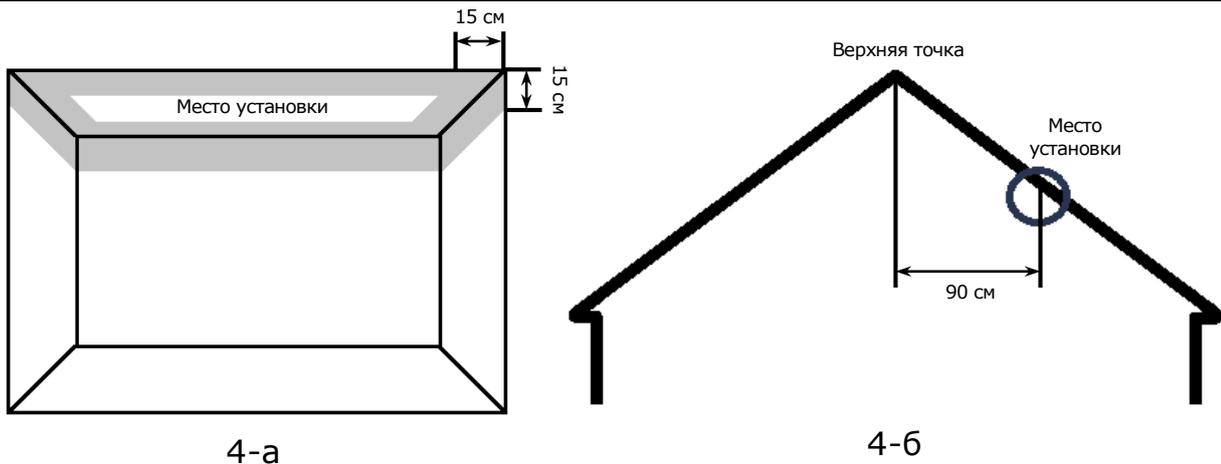

Рисунок 4 — Установка датчика дыма на плоский/скошенный потолок
4. Соблюдать рекомендации по месту установки на потолок (см. рис. 4).
ПРИМЕЧАНИЕ. При монтаже датчика дыма на потолок следует размещать его на расстоянии не менее 30 см от ламп и предметов декора, а также на расстоянии не менее 15 см от стен и углов (см. рис. 4).
(рис. 4-а)
(рис. 4-б)